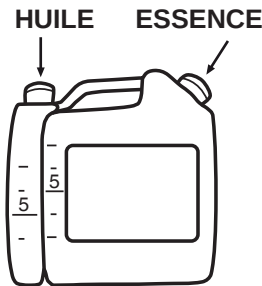

Fig. 9
- > Le rapport de mélange essence/huile recommandé est 40:1 (Fig. 9).